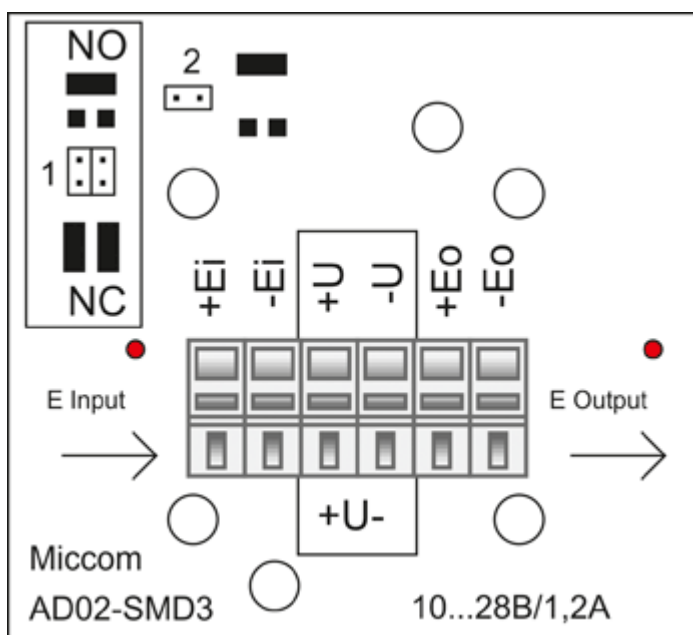

Рис. 3.1.
3.1. Расположение выводов **AD02** и перемычек задания режима работы представлено на рис.3.1.